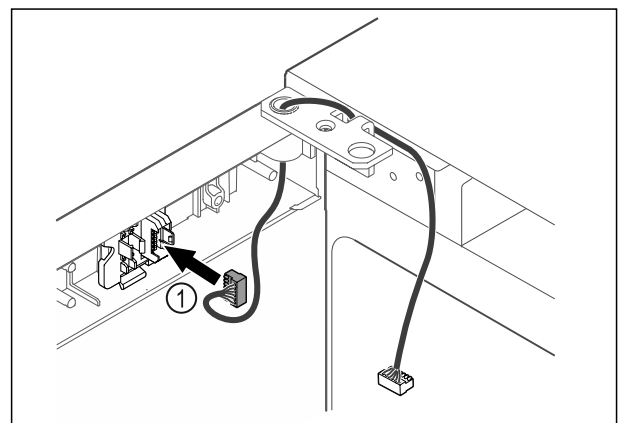

Fig. 47
- ▶ Sett pluggen Fig. 47 (1) i pluggholderen.